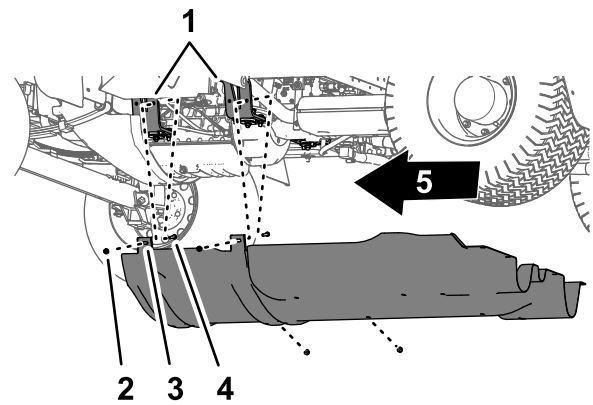

图 64
2. 从将起落架保护罩安装凸耳固定至机器发动机安装支架上的螺栓和起落架螺栓拧下 4 个凸缘锁紧螺母 5/16 英寸 图 64。
4. 从机器上拆下底盘保护罩图 63和 图 64。
1. 将起落架保护罩与机器的底部机箱对齐请参阅拆下底盘保护罩 (页码 45)的图 64。
2. 将起落架保护罩的安装凸耳滑动到机器发动机安装支架上的螺栓和托架螺栓上方请参阅拆下底盘保护罩 (页码 45)中的图 64。
3. 使用在拆下底盘保护罩 (页码 45)的步骤 2 中卸下的 4 个凸缘锁紧螺母5/16 英寸将起落架保护罩安装到发动机安装支架上图 64。